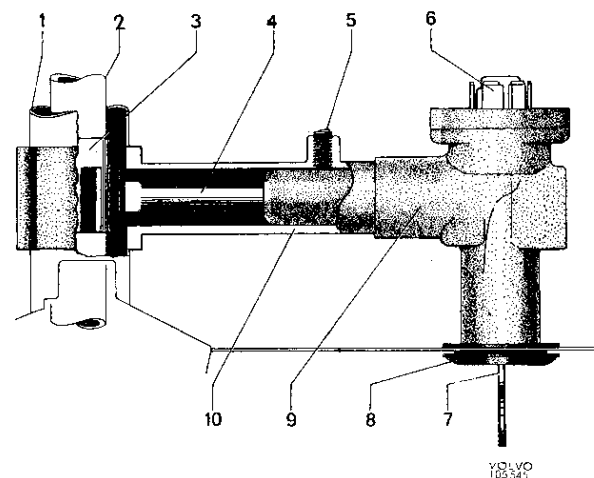

Abb. 45 Lenkradschloß, 1800
- Abreißschraube (5, Abb. 45) ausbohren. Dazu eine Winkelbohrmaschine und einen Bolzenauszieher verwenden (Schraubendurchmesser: 8 mm).
- Gummibuchse (8) eindrücken und das Lenkradschloß (9) herausnehmen.
- Neues Schloß mit Gummibuchse einsetzen. Abreißschraube (5) so weit eindrehen, bis diese etwas zu spannen beginnt. Schließ- und Riegelfunktion des Schlosses überprüfen.
- Schraube (5) anziehen, bis der Schraubenkopf abreißt.